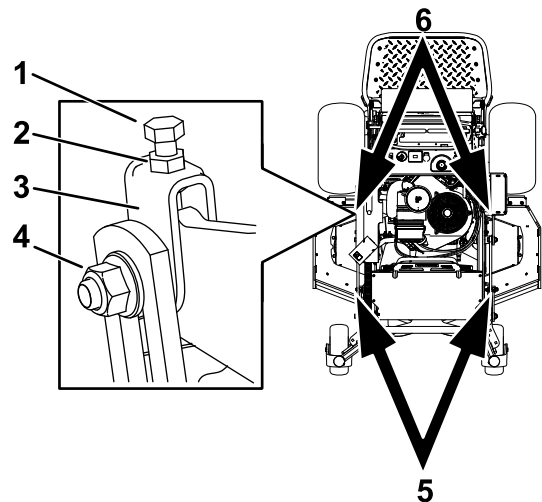

Figure 97
1. Desserrez l'écrou de blocage et le boulon latéral sur les chapes que vous voulez régler (Figure 97).
2. Tournez le boulon supérieur des chapes pour régler la hauteur du plateau de coupe (Figure 97).
5. Si la mesure n'est pas correcte, localisez les 2 chapes avant sur la machine (Figure 97).